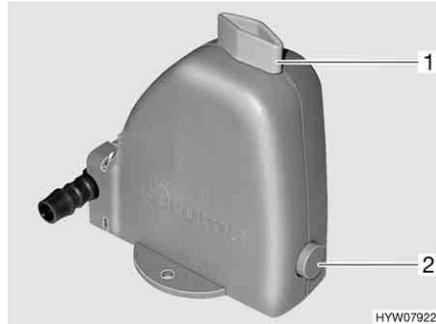

Bild 60 Varmvattenberedarens säkerhets-/avtappningsventil
Varmvattenberedaren är utrustad med en säkerhets-/avtappningsventil (Bild 60). Säkerhets-/avtappningsventilen gör så att vattnet i varmvattenberedaren inte kallnar när det är frost och värmen inte är påslagen.
- Säkerhets-/avtappningsventilen stängs. Ställ vredet (Bild 60,1) diagonalt mot säkerhets-/avtappningsventilen och tryck in tryckknappen (Bild 60,2).
- Öppna säkerhets-/avtappningsventil. Vrid då vredet (Bild 60,1) mot säkerhets-/avtappningsventilen. Tryckknappen (Bild 60,2) skjuts ut. Nu töms varmvattenberedaren via säkerhets-/avtappningsventilen utomhus.